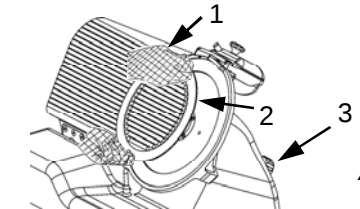
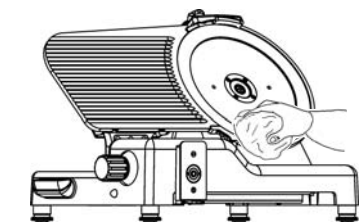

Abb. 48
Abb. 49
4. Die Maske (b) auf das Schneideblatt setzen und mit dem Ring (Abb. 48 Detail c) zusammenpassen;
ACHTUNG: Für die Reinigung des Schneideblatts benötigt man ein Paar Metallhandschuhe (1) (Abb. 48) und ein feuchtes Tuch.
Den Drehgriff des Abdeckungszugbolzens (3) loslösen und die Messerabdeckung (2) abnehmen (Abb. 48). Nun kann das Schneideblatt gereinigt werden (Abb. 49).
1. die Abdeckung abnehmen (Abb. 48);